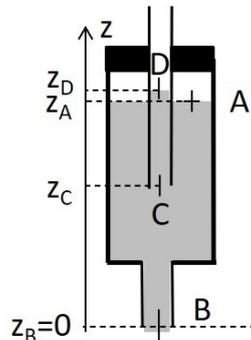

Figure 3
2) On considère maintenant le vase de Mariotte représenté sur la figure 3. On vient d'insérer le tube vertical le robinet étant fermé. De l'eau monte dans le tube expliquer pourquoi. Lorsque l'on ouvre le robinet des bulles d'air remontent du bas du tube à la surface de l'eau dans le vase (passage de la Figure 3 à la Figure 4). Expliquez pourquoi.